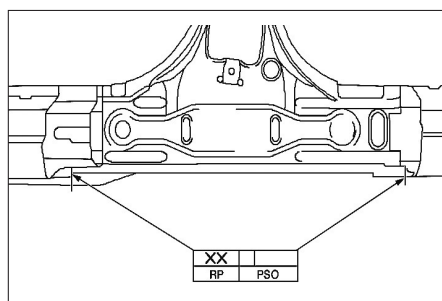

FIG. 56
- Préparer le bas de caisse (fig. 56).